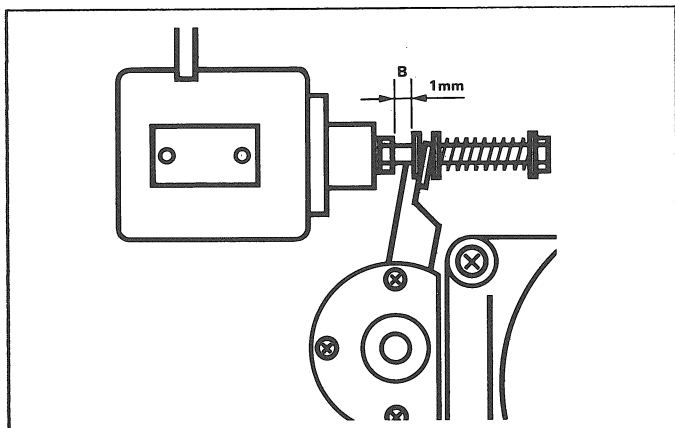

Fig. 5
- Ohne eingelegtes Band die Bandwaage anheben und die Lichtschranke abdunkeln. An der Andruckrollen-Achse (oder an einem angebrachten Bolzen) einen Nylonfaden einhängen und mit einer Federwaage in Richtung A (Fig. 5) ziehen bis die Andruckrolle von der Tonwelle abhebt. Die Federwaage muss $10\text{ N} \pm 1\text{ N}$ ($1\text{ kp} \pm 0,1\text{ kp}$) anzeigen.
- Andruckmagnet soweit nach rechts verschieben, dass zwischen Mitnehmer und Andruckarm ein Abstand B von 1 mm (Fig. 5) entsteht. Andruckmagnet arretieren.
- Befestigungsschrauben des Andruckmagneten mit einem Lacktropfen sichern. Andruckkraft kontrollieren und, wenn nötig, mit Schraube C (Fig. 5) justieren.